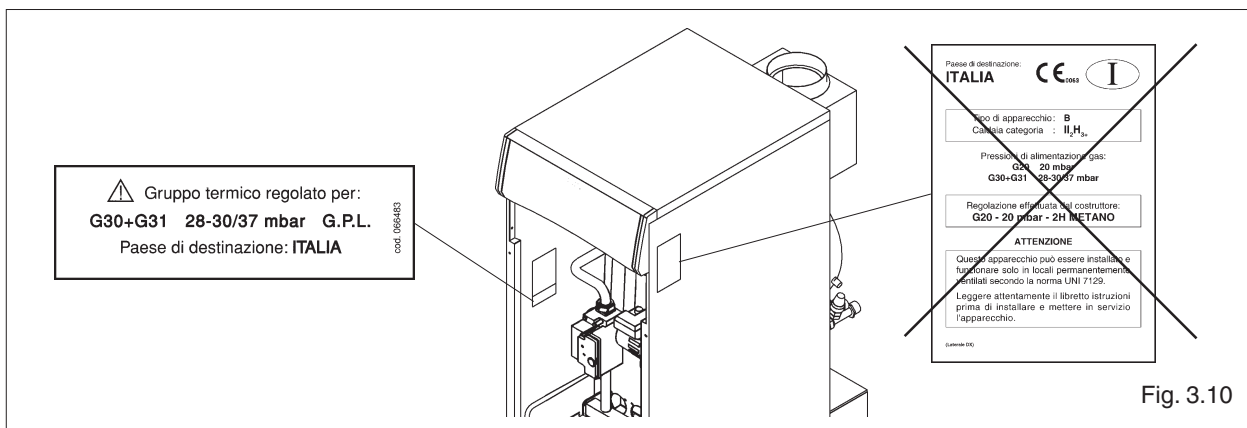

Fig. 3.10
- Applicare la targhetta (GPL), fornita a corredo della caldaia, nella parte interna della mantellatura (fig. 3.10)